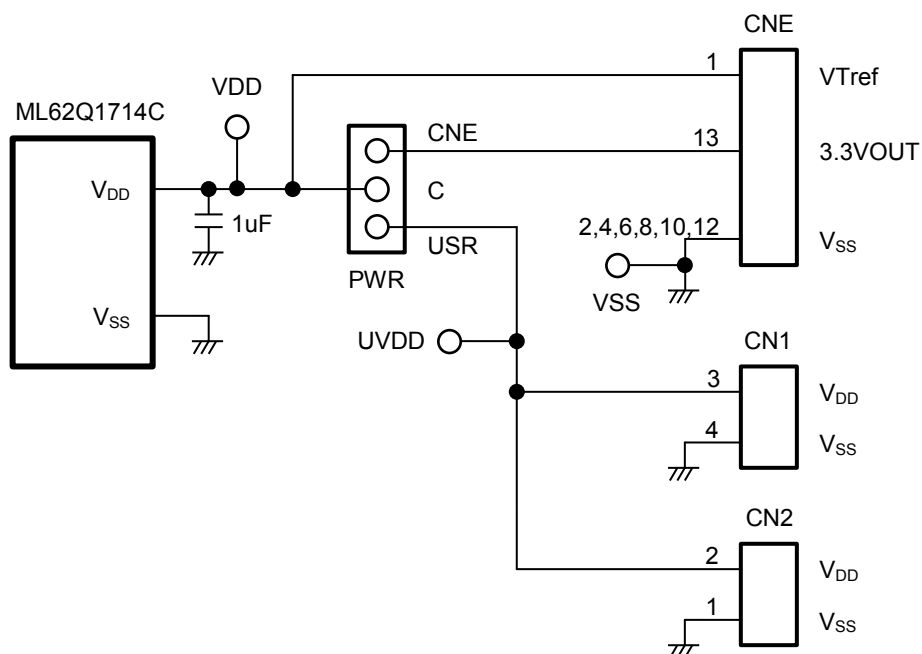

図 2 電源回路
- 1.2 ML62Q1714C Reference Board 外観図 2